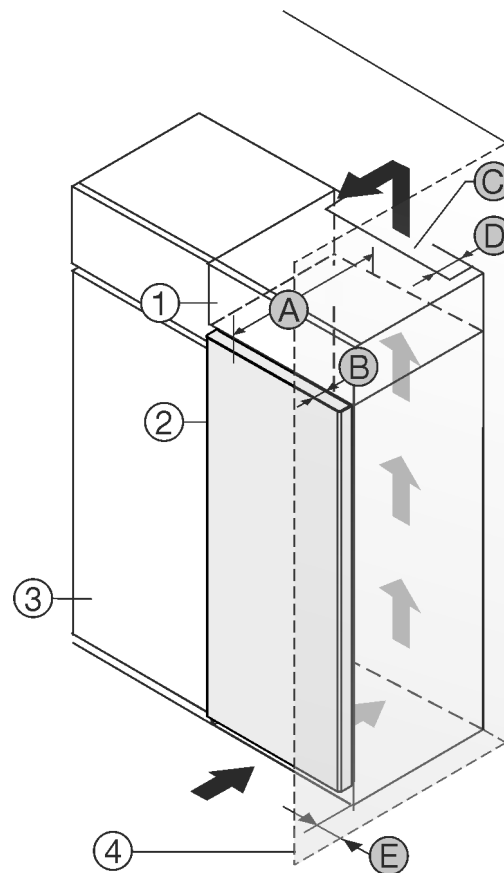

Fig. 1
Uređaj možete postaviti neposredno pored kuhinjskog ormara Fig. 1 (3)*.
Na stražnjoj strani visećeg ormara treba postojati otvor za odzračivanje dubine Fig. 1 (D) po cijeloj širini visećeg ormara.*
Ispod stropa prostorije treba poštovati ventilacijski presjek Fig. 1 (C)*.
Kada se uređaj postavlja s okovima pored zida Fig. 1 (4), razmak između uređaja i zida mora iznositi najmanje 13 mm.*
Kako biste vrata mogli potpuno otvoriti, uređaj mora biti za dubinu vrata Fig. 1 (B) ispred u odnosu na prednjicu kuhinjskog ormara. Ovisno o dubini kuhinjskih elemenata Fig. 1 (3) i uporabi zidnih odstoynika, uređaj može i dalje stršati.*